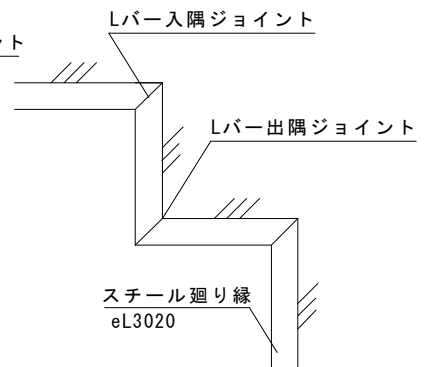

図2-5 廻り縁の出隅、入隅
- ⑦ 出隅、入隅はeLバーを45度で切断し、Lバー出隅ジョイント及びLバー入隅ジョイントを使用して接続します。(図2-5 参照)